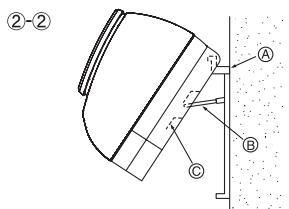

Fig. 3-6
- ②-② Levante a unidade interior segurando a peça de suporte (que acompanha a placa de montagem) às nervuras da traseira da unidade, como o mostra. (Fig. 3-6)